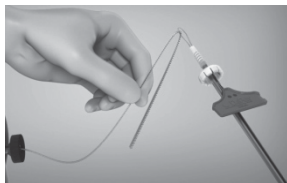

図1
5. 2. で予め組織に通しておいた縫合糸の断端の2～4本をワイヤーカイトに同時に通す。縫合糸は約2.5～5 cm ワイヤーカイトを通す（図1）。